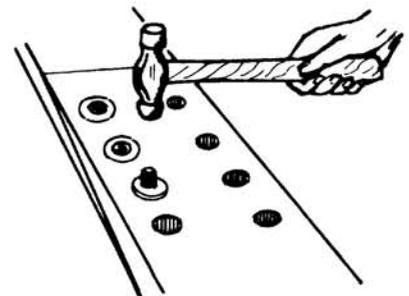

Fig. 10
- 5o Paso - *Inserte la arandela y remache con la bola del martillo (fig. 10).*